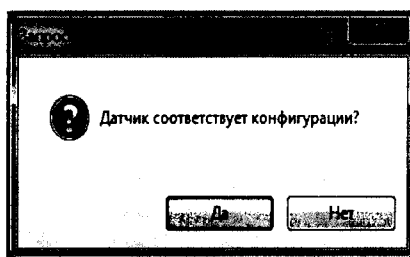

Рисунок 24 «Запрос»
4.6.14 Запустить процесс измерения перемещения и определения приведённой погрешности измерительного канала перемещения системы, нажав кнопку "Измерение" в окне программы (Рисунок 21), после чего появится сообщение «Запрос» о необходимости подтверждения соответствия конфигурации измерительного канала (Рисунок 24).